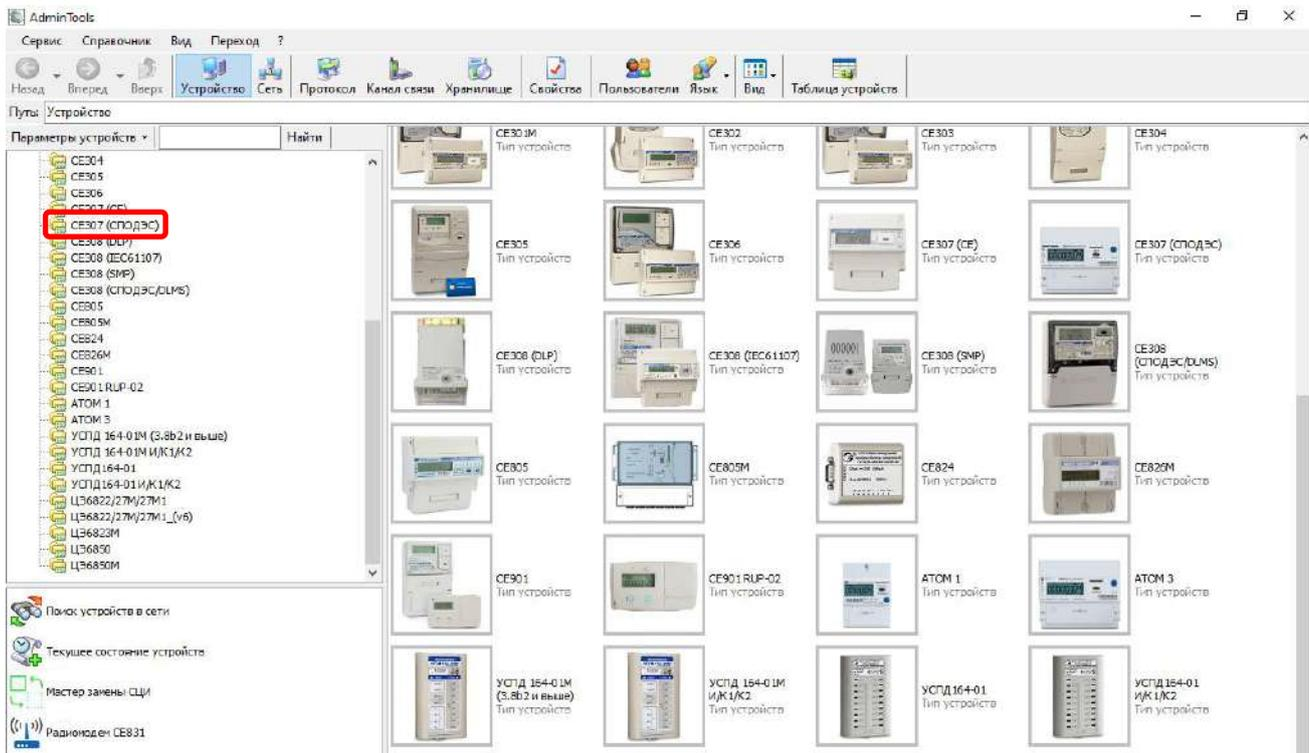

Рисунок 17 – Вид окна программы для выбора типа счётчика
5.3.4.2 Выберите протокол обмена СПОДЭС, тип устройства «CE 307» (см. Рисунок 17).